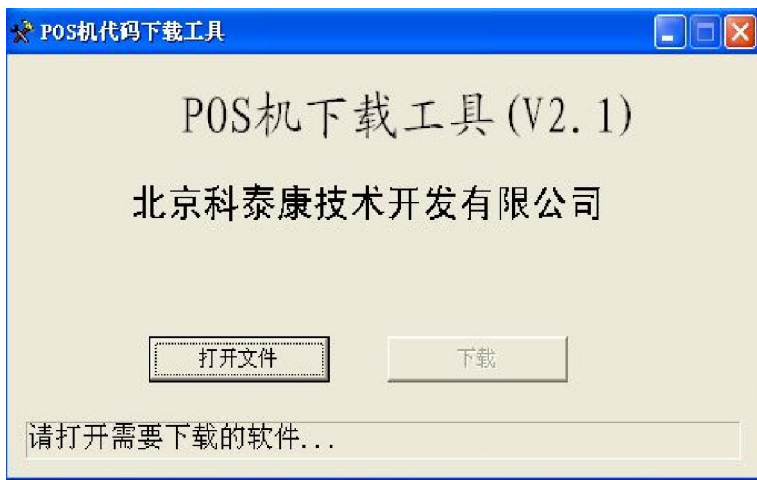

图 6-3-35 数据采集器升级工具 PC 机下载软件主界面
- (3) 双击计算机中“数据采集器升级工具 V2.1.exe”的图标，运行下载软件 (图 6-3-35)。
- (4) 按“打开”钮，将“数据采集器 (V4.4) .des”调入；
- (5) 按“下载”钮，将调入的程序下载到数据采集器中。
- (6) 程序升级成功后，按关机键可关机；按“复位”键，可复位数据采集器，即可运行新升级的数据采集器程序。